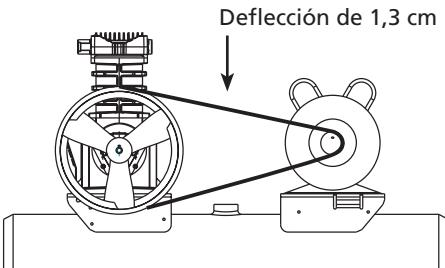

Figura 6
Las bandas se estiran con el uso normal. Al aplicarle una fuerza de 2,27 kg, entre la polea del motor y el cabezal, a una banda bien ajustada, la deflexión debe ser aproximadamente 12,7 mm (1/2 inch) (Vea la Figura 6).
- Ajuste el volante o polea del motor de modo que la banda quede derecha (Vea Figura 6).